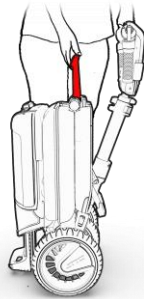

Figure 7
4. Halten Sie die ATTO mit beiden Händen (siehe Abbildung 7).